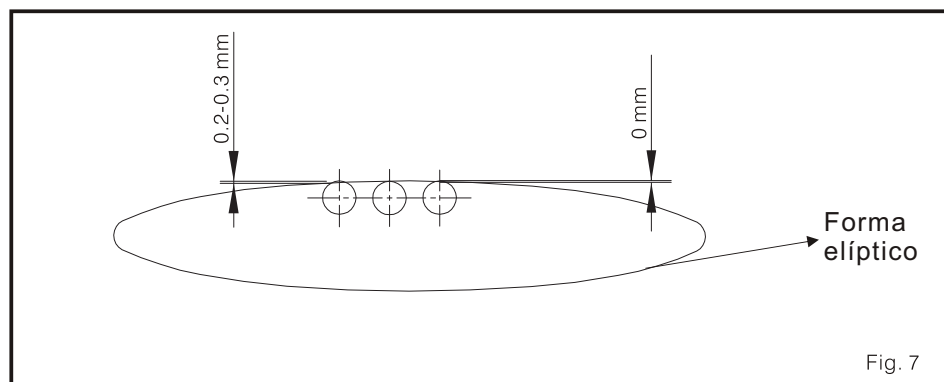

Fig. 7
3. Quando o calcador mover ponto morto à esquerda, move à direita atrás da esquerda, Quando o calcador move atrás ser cruzado pela agulha (agulha esquerda), o melhor ponto para isto o cruza deve estar a 1/3 do grossura da parte posterior do calcador. Também, a rota de mover do calcador deve ser elíptica. (Fig. 7)